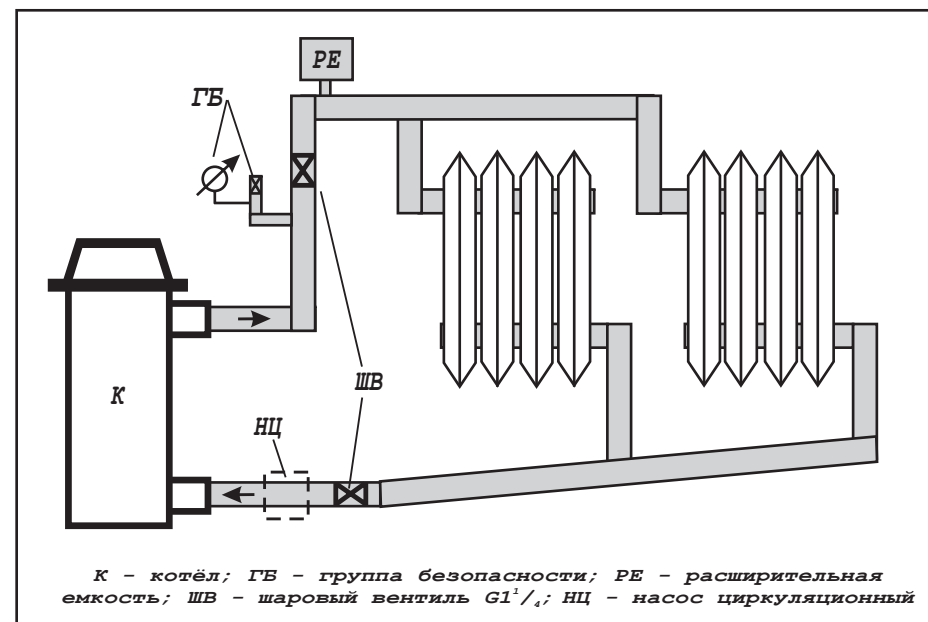

Рисунок 4 - Примерная схема системы отопления
5.9. *Внимание!* При эксплуатации прибора запрещается полностью или частично перекрывать шаровые вентили на входе и выходе из котла (см. рисунок 4).